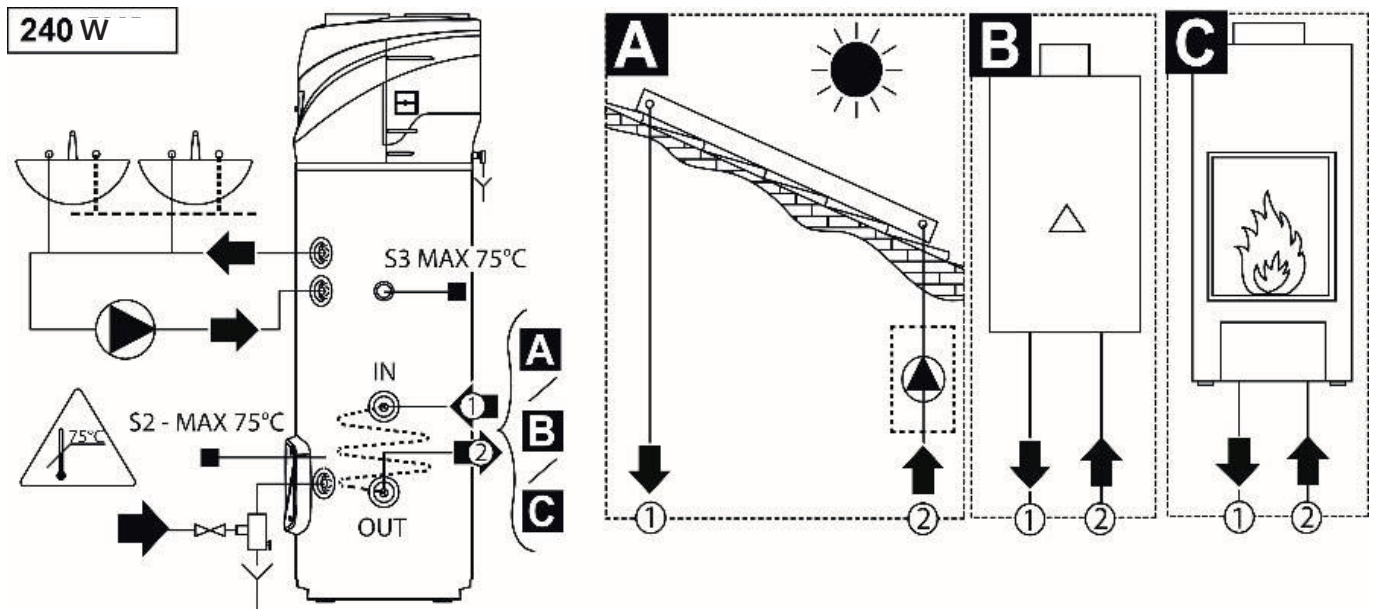

Abb. 14 Anschluss W Modell
Bei Anschluss des Modells 240W an den Heizkessel/Ofen ist die Verwendung des oberen Fühlerhalters (S3) zu empfehlen (Abb. 14)
**ACHTUNG! (nur für die W-Version) Stellen Sie sicher, dass die von den Fühlern S2 und S3 der Hilfsquellensteuerung im Heisswasserbereiter gemessene Temperatur 75°C nicht überschreitet, Abb.14**